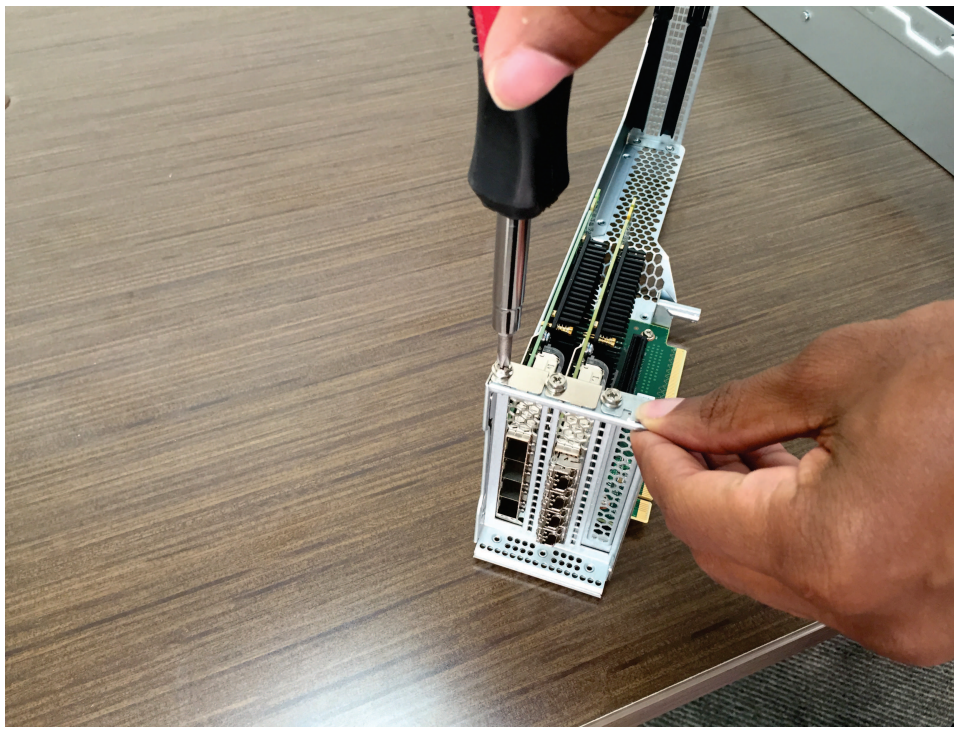

図 245. 留めねじの取り外し
2. 図 245 に示すように、アダプター・アセンブリーにアダプターを固定している留めねじを取り外します。